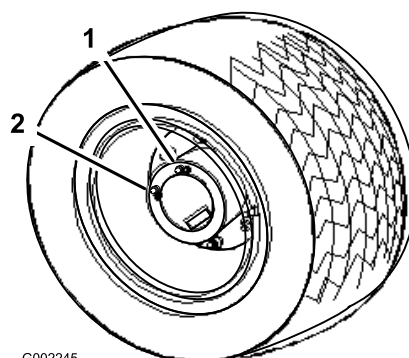

Figura 50
5. Mueva el vehículo lentamente hasta que la rueda quede posicionada para el llenado, según muestra Figura 50.